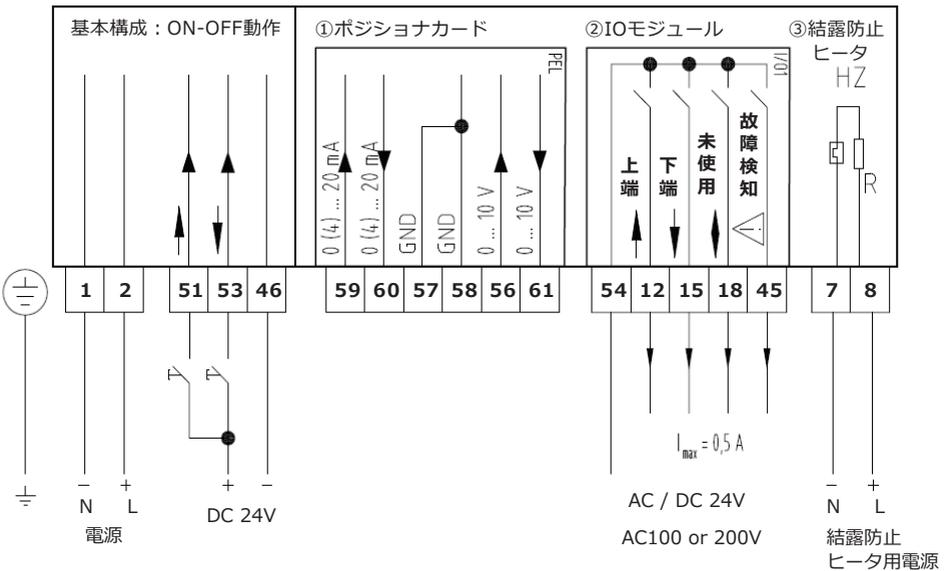

図4. 端子構成図
アクチュエータの端子構成図は、アクチュエータのカバーの内側にも貼ってあります。この取り扱い説明書の図 4 にも記載されています。
4.3 端子構成図 特別な理由が無い限り、AEL8 のすべての電気接続については下図4を参照してください。